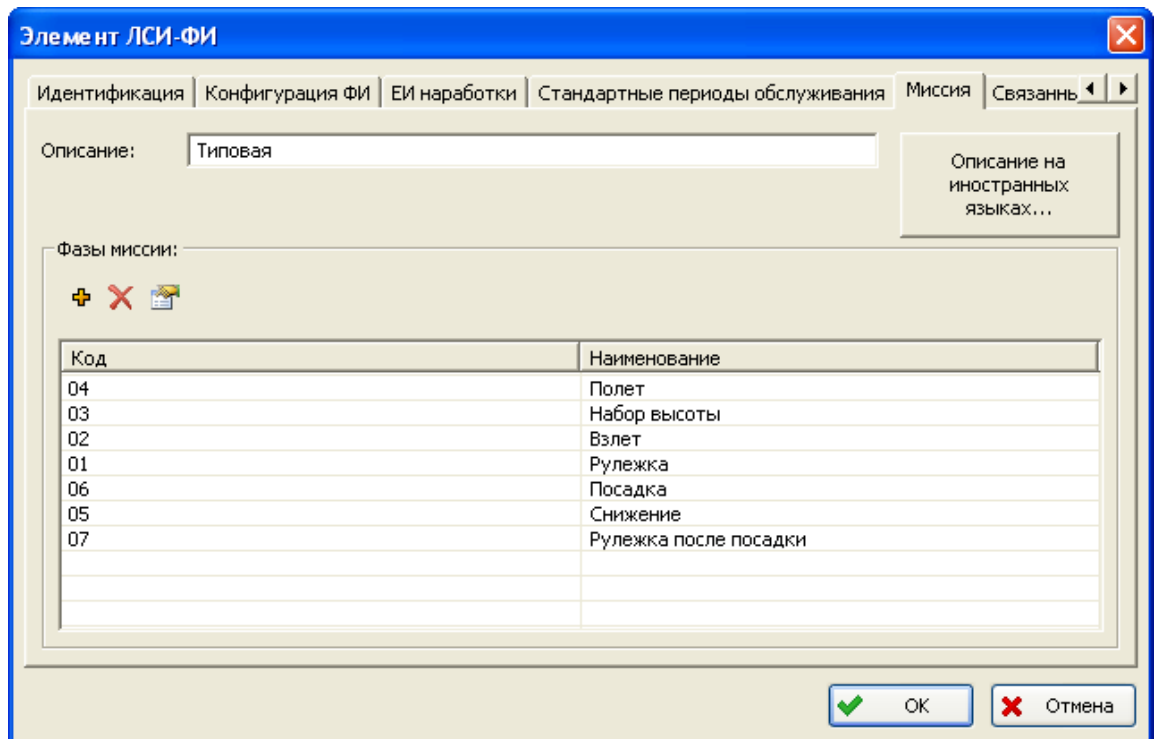

Рис. 3-5
5. В окне **Элемент ЛСИ-ФИ** перейдите на вкладку **Миссия**. В поле **Описание** введите произвольное описание миссии. В таблице **Фазы миссии** сформируйте перечень фаз миссии, выполняемых ФИ (рис. 3-5). Для добавления фазы миссии применяйте кнопку **+**.